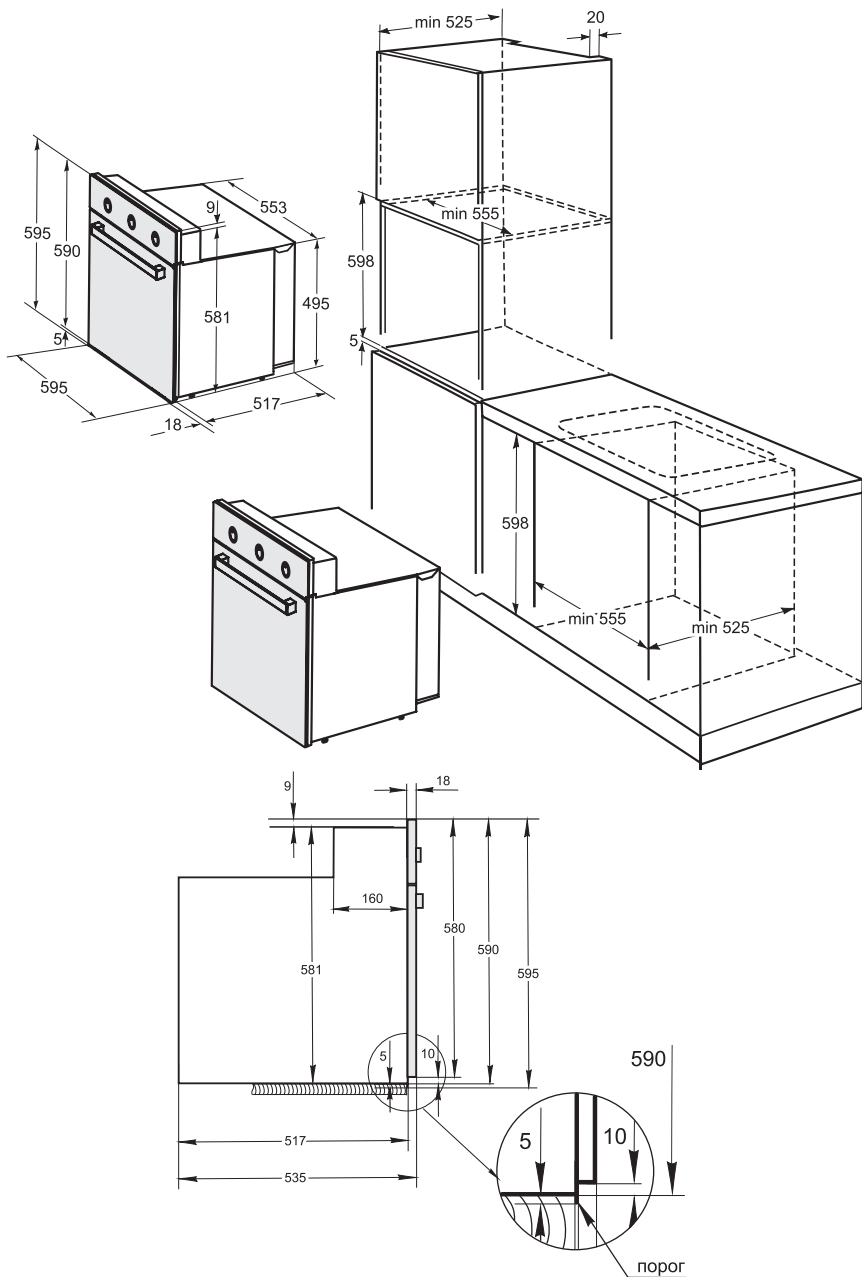
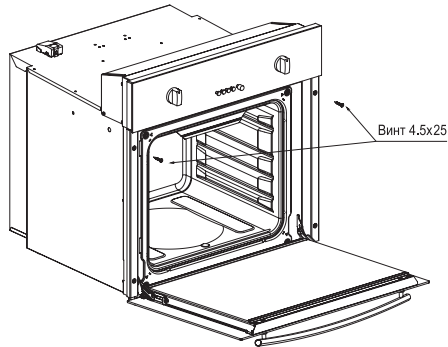
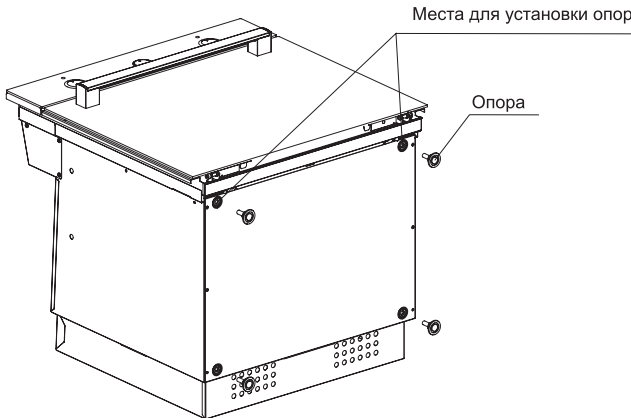

рис. 1
рис. 2
рис. 3
- Электрошкаф устанавливается в нишу в кухонной мебели (смотри рис. 1). Для устранения возможности случайного перемещения, электрошкаф крепится к мебели двумя винтами с потайной головкой (см. рис. 2). Выравнивание положения электрошкафа можно произвести с помощью регулируемых опор (см. рис. 3)
- Размеры между различными частями электрошкафа и окружающими его частями предметов обстановки показаны на рис. 1.